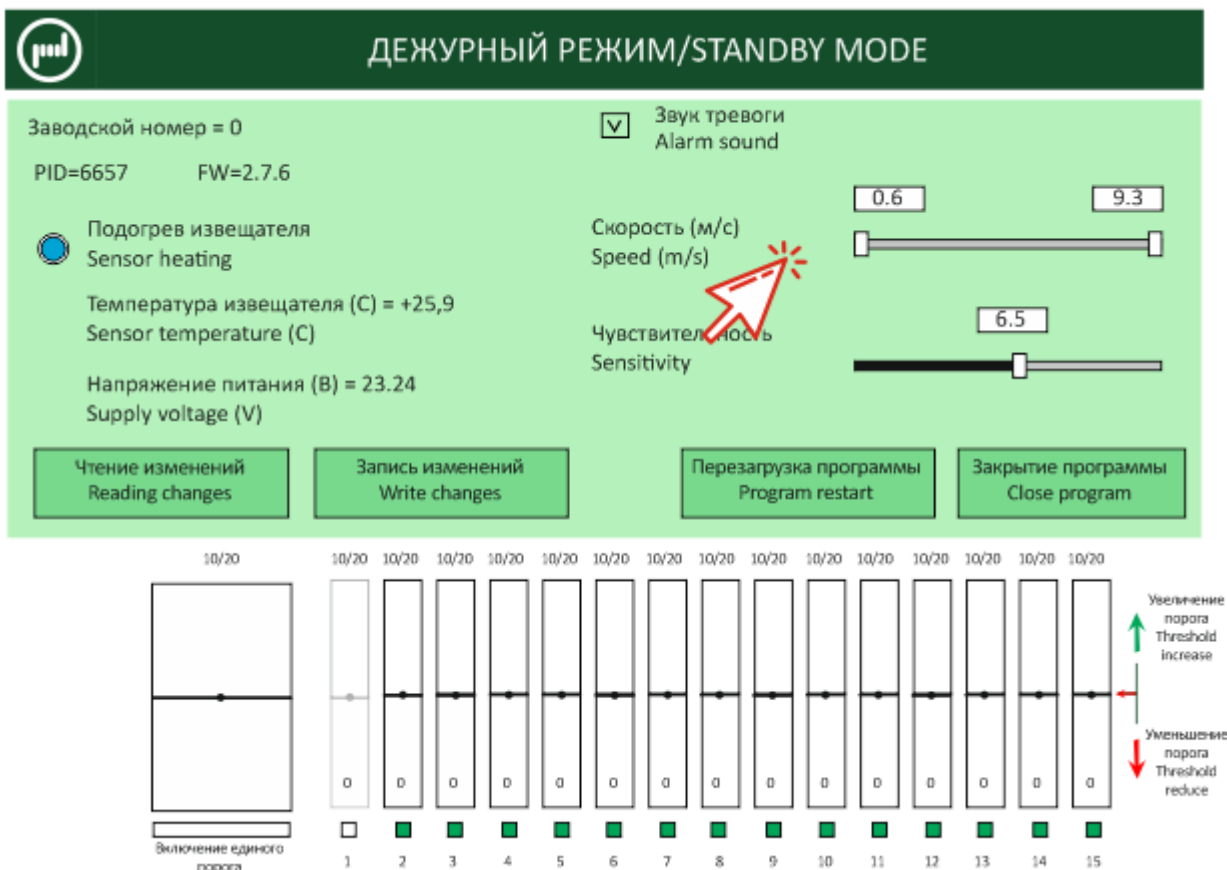

Рис.11.8
11.2.1.7 Выставить необходимый диапазон принимаемых во внимание скоростей нарушителя (рис.11.8) и чувствительности (рис. 11.9)